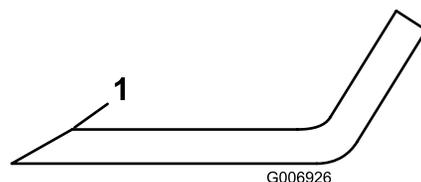

图 18
- 检查所有刀片的刀刃。如果刀片变钝或出现豁口请磨快刀刃。仅打磨刀刃的边缘保持最初的切割角度保证锋利度图 18。
- 如果变钝或出现裂口应仅打磨刀刃的边缘保持最初的切割角度图 18。